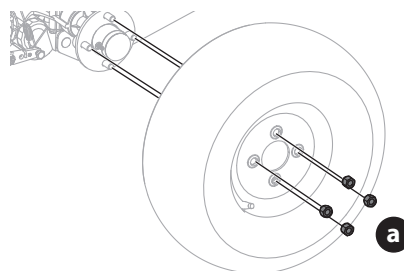

Fig. 35
1. Con los neumáticos sobre el suelo, afloje, pero no quite las cuatro tuercas de llanta (a) (Fig. 35).
6. Torque las tuercas (a) a 65-70 pies-lb (88 a 95 Nm) en un patrón entrecruzado (Fig. 35).